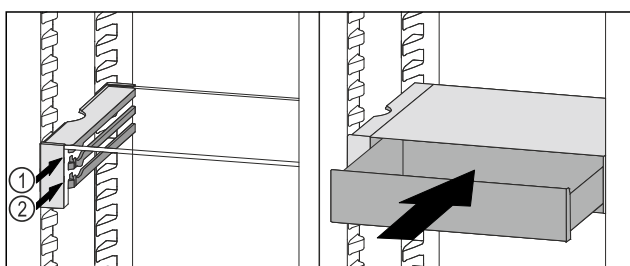

Fig. 102
- Поставете чекмеджето на VarioSafe зад ограничителите върху желаното ребро Fig. 102 (1) или Fig. 102 (2).